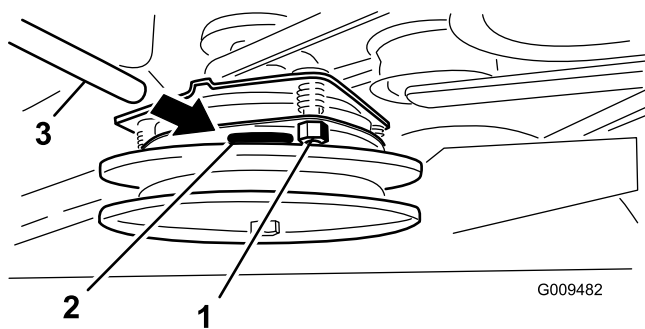

Figure 60
2. Si un réglage est nécessaire, utilisez une jauge d'épaisseur de 0,381 mm pour régler la position de chacune des trois fentes de réglage. Serrez les contre-écrous jusqu'à ce la jauge d'épaisseur fléchisse légèrement mais puisse bouger facilement dans l'entrefer (Figure 60).